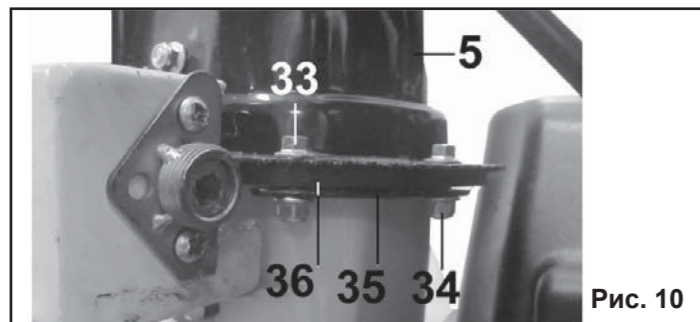

Рис. 10
**6.6. Установка желоба (Рис.10).**